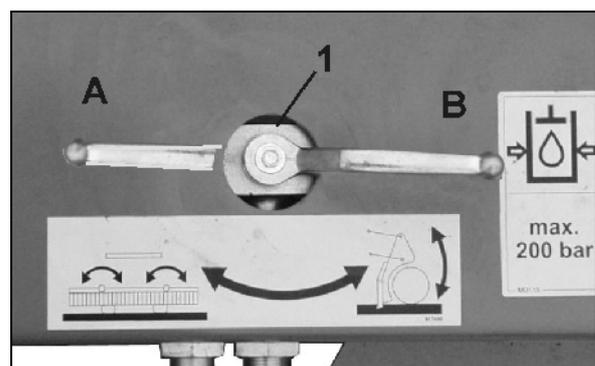

Fig. 28
1. Absperrhahn (Fig. 28/1) in Position B bringen.